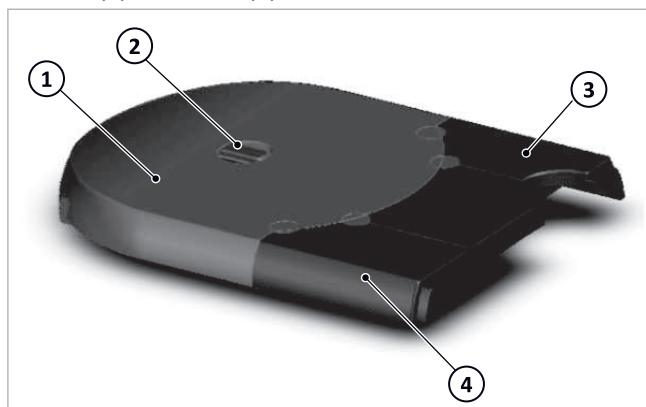

Abb. 67: Obere Isolierung SolvisBen
1. Die oberen Isolierungen der WWS → Abb. 67 (4) und HKS → Abb. 67 (3) nach oben abziehen.
2. Die Behälterisolierung → Abb. 67 (1) nehmen und mit einem scharfen Messer vorsichtig die vier angeschäumten Stopfen der WWS (5) entlang den eingepprägten Nuten (6) abtrennen.
4. Die obere Behälterisolierung → Abb. 67 (1) auf den Behälter aufsetzen.
- seitlich links und rechts (1)
- mittig hinten (2)
- mittig vorne (3)
6. Die obere Isolierung der HKS → Abb. 67 (3) aufsetzen.
7. Für minimale Wärmeverluste Rohrisolierung (1) bündig mit oberer Isolierung ausführen.
1. Die zusammengesetzte obere Isolierung → Abb. 67 (1+2+3+4) komplett auf den Behälter aufsetzen.
- mittig vorne (3).